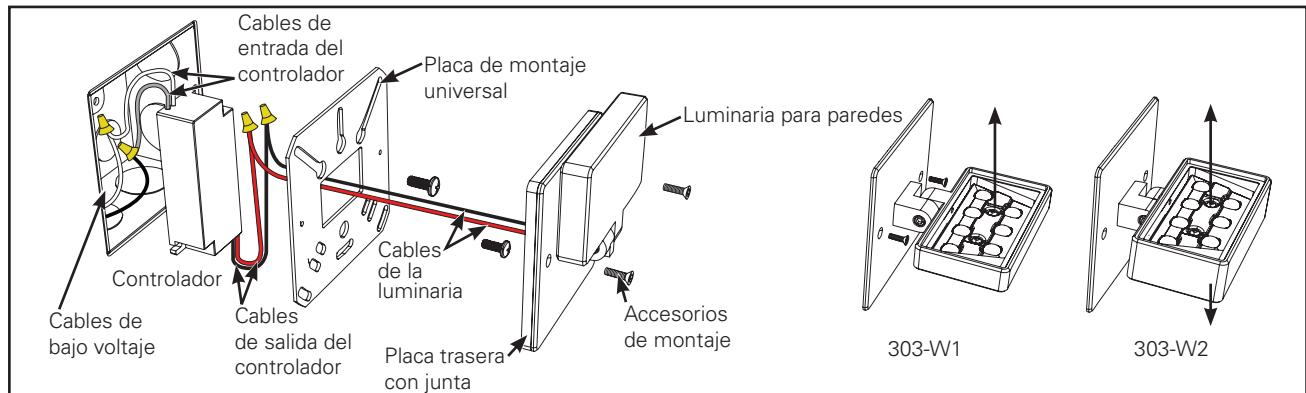

Figura 1.
- Desembale la luminaria EON para paredes y asegúrese de que se encuentren todas las piezas incluidas (luminaria 303-W1 o 303-W2, placa de montaje universal, tornillos de cabeza plana de 2 x 8-32 y controlador Y controlador Clase 2. Los conectores para cables, las llaves allen de 5/64" y 9/64", y los accesorios de montaje de la caja de derivación son necesarios, pero no vienen incluidos. (Figura 1.)